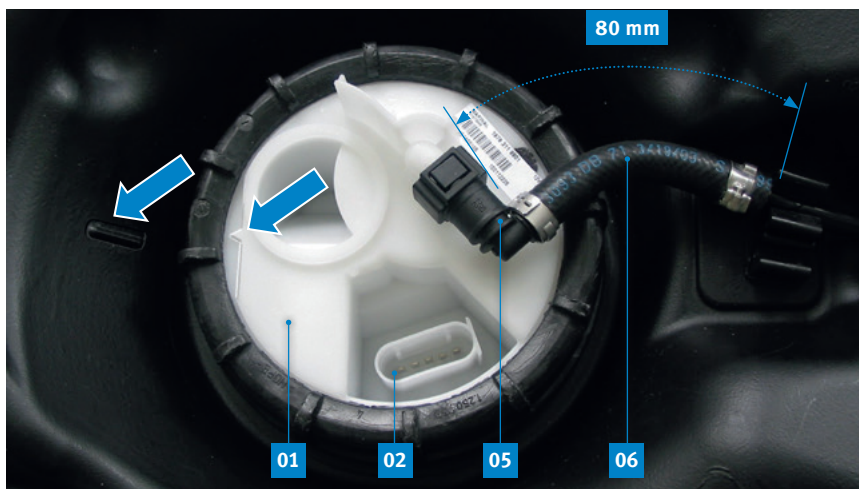

Abb. 5: Flanschdeckel der Tankgebereinheit
Setzen Sie Kraftstofffördermodul und Tankgebereinheit jeweils so in den Tank, dass der Pfeil auf dem Flanschdeckel auf die Markierung am Tank zeigt (Abb. 5).
Beim Austausch der Tankgebereinheit (01) muss das Schlauchstück (06) der Vorlaufleitung auf ca. 80 mm gekürzt werden und der mitgelieferte 90°-Quick-Connector (05) angebracht werden (Abb. 5).